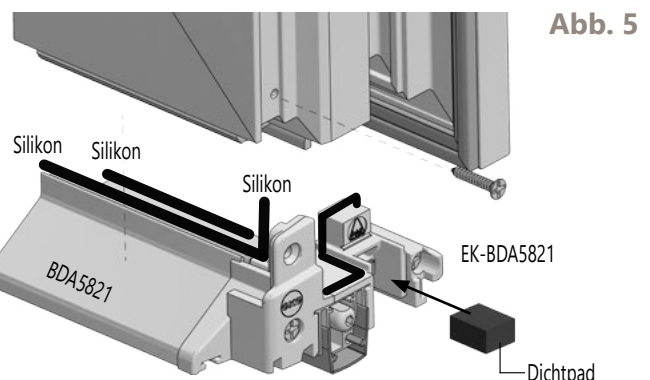

Abb. 5
- Das Adapterprofil BDA5821 inkl. der bereits einseitig (bandseitig) montierten Endkappe EK-BDA5821 unten am Flügel anbringen und die Endkappe EK-BDA5821 bandseitig mit den mitgelieferten Edelstahlschrauben am Flügelprofil verschrauben (siehe Abb. 5).
- Nur *bei Eckumlenkung: Das Dichtpad (15x12x7 mm) schlossseitig unten in die Beschlagnut am Ende der Endkappe EK-BDA5821 kleben (Abb. 5).